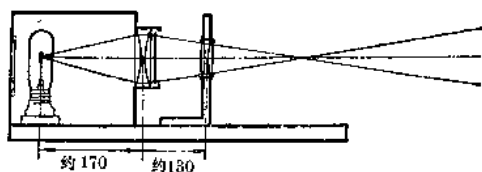

图 1-18
2. 同时将灯座向后移动,使灯丝平面与聚光镜的距离约为17厘米,如图1-18。